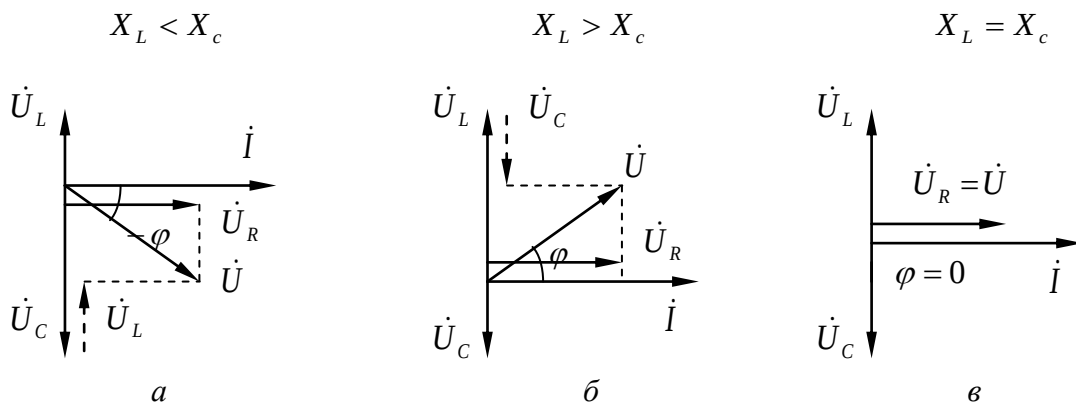

Рис. 3
С помощью векторных диаграмм (рис. 3) свойства этой схемы описываются следующим образом:
Из выражения (4) и рис. 3 в следует, что при $X_L = X_C$ $Z = R$ и ток I в цепи будет совпадать по фазе с напряжением, а величина его будет наибольшей, чем при иных соотношениях X_L и X_C . Такой режим работы цепи с последовательно соединенными R , L и C элементами называется резонансом напряжения.